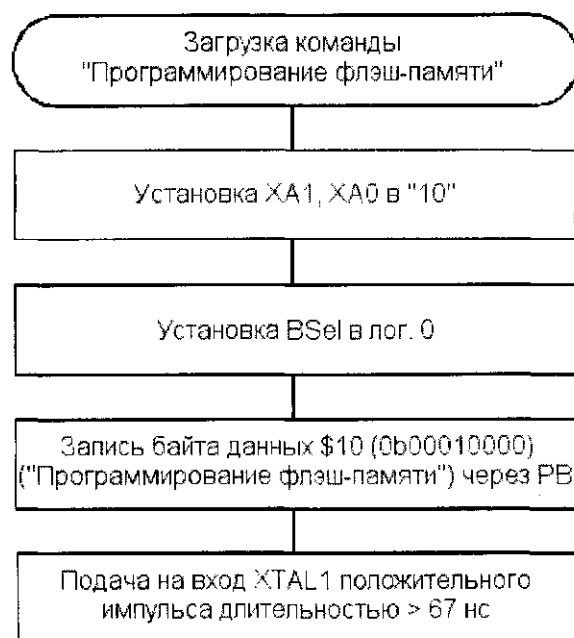
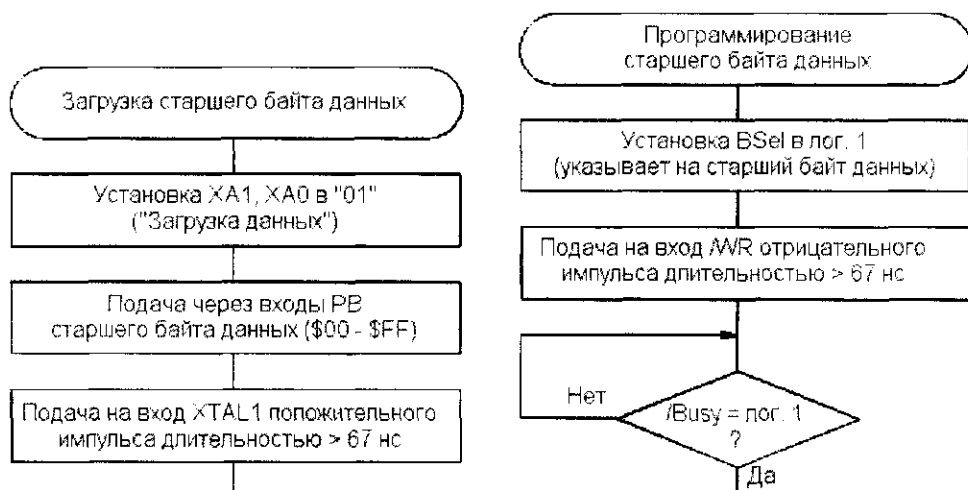

Рис. 11.6. Последовательность действий для загрузки команды программирования
Рис. 11.9. Последовательность действий для загрузки и программирования старшего байта данных
На рис. 11.6 – рис. 11.9 показана последовательность действий, которые необходимо выполнить для загрузки команд, адресов и данных, а также для самого процесса программирования.
1. Загрузка команды $0001\ 0001_{\text{в}}$ ($11_{\text{в}}$) в соответствии с табл. 11.4. Ход действий аналогичен загрузке команды программирования (см. рис. 11.6).
1. Загрузка команды 0100 0000_h (40_h) в соответствии с табл. 11.4. Ход действий аналогичен загрузке команды программирования (см. рис. 11.6).
1. Загрузить команду 0010 0000_h (20_h) в соответствии с табл. 11.4. Ход действий аналогичен загрузке команды программирования (см. рис. 11.6).
1. Загрузить команду $0000\ 0100_b$ (04_h) в соответствии с табл. 11.4. Ход действий аналогичен действиям при загрузке команды программирования (см. рис. 11.6).
1. Загрузить команду $0000\ 1000_b$ (08_h) в соответствии с табл. 11.4. Ход действий аналогичен последовательности при загрузке команды программирования (см. рис. 11.6).